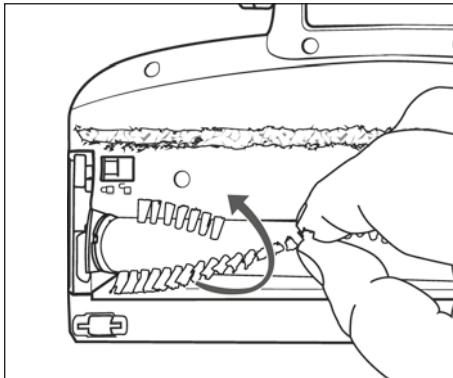

Fig. 25
- 3) Tire del rodillo de cepillos 21 por las cerdas para extraerlo del cepillo para suelos 22. Para extraerlo con más facilidad, gire ligeramente el rodillo de cepillos 21 al mismo tiempo (consulte la fig. 25).